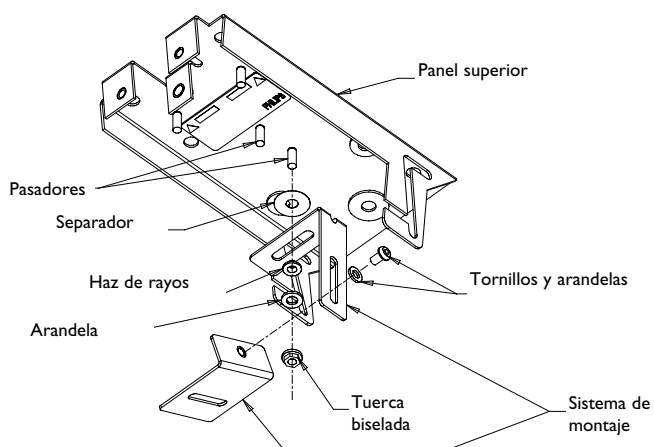

Figura 2: Extracción del sistema de montaje
5. Desatornille la tuerca biselada y extraiga el sistema de montaje de la cámara del panel superior. Véase la figura 2. No pierda las piezas, las necesitará para montar la cámara y ensamblar de nuevo la unidad.